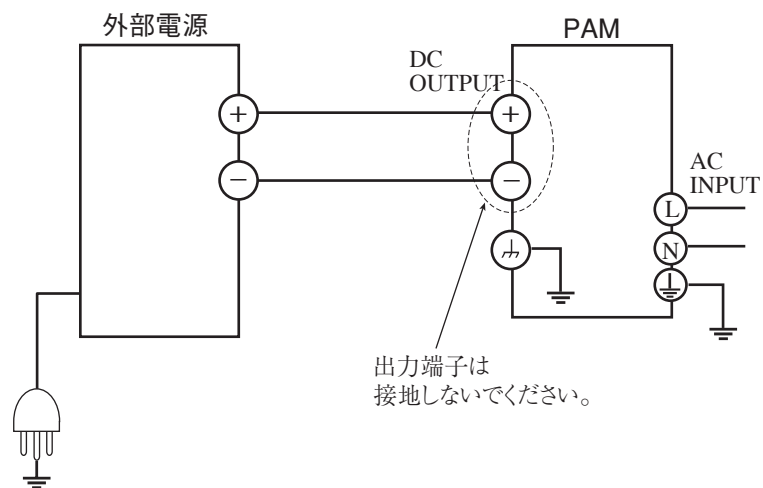

図 3-7 外部電源の接続
3. 図 3-7 のように本機の出力端子へ外部電源を接続します。